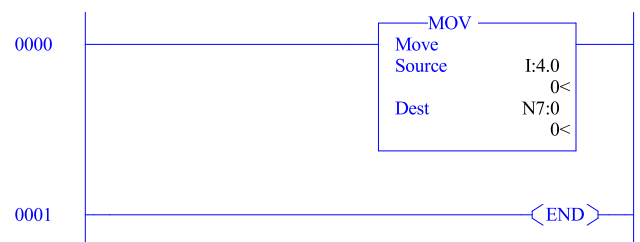

Figura 5. Conversión A/D con el bloque MOV
1. Ingrese el programa como se observa en la Figura 5.